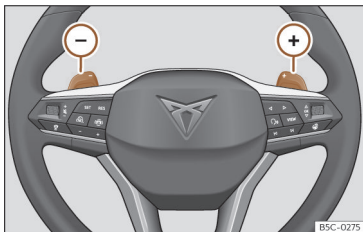

Fig. 126 Volante: alavancas para mudança automática de velocidades.
- Pressione a alavanca de mudanças (+) para engrenar uma velocidade mais alta >>> **Fig. 126**.